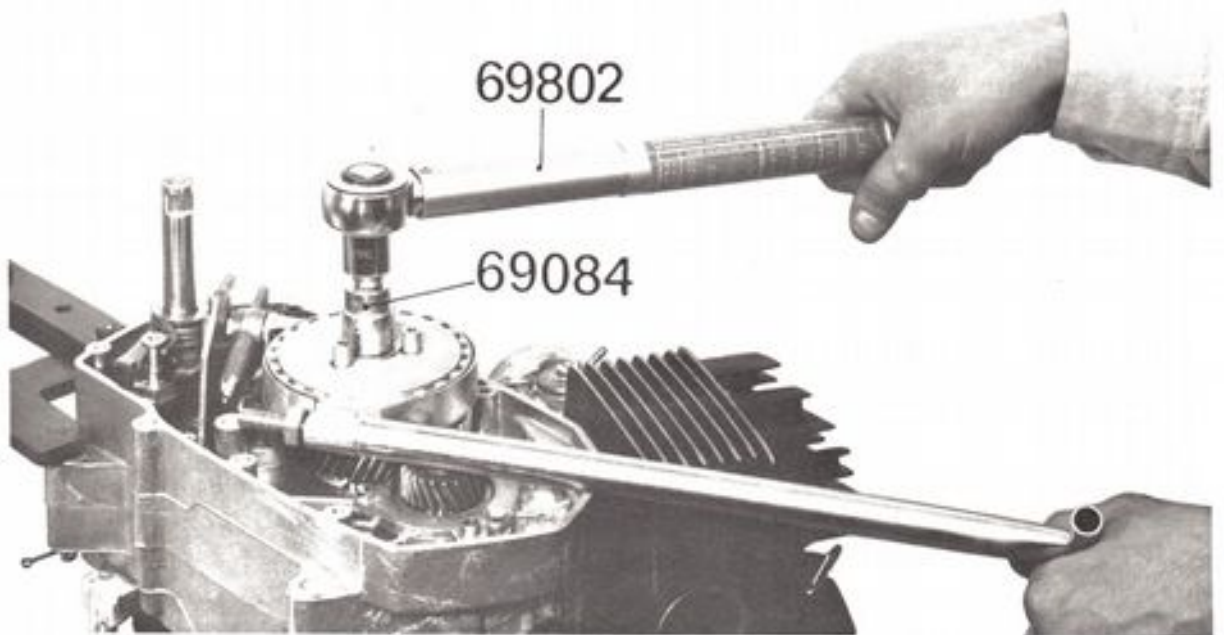

Figure 23
- Opérations inverses. Bloquer la vis avec la clé dynamométrique n°69802, équipée du réducteur et de la douille de 17 n° 69084 (couple de serrage 2,5 m.kg) - figure 23.